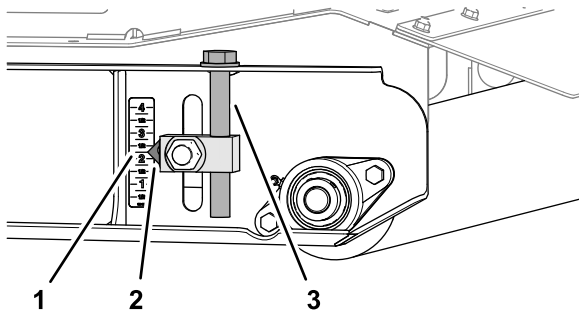

Bild 77
5. Heben Sie die linke und rechte Schnitthöheverstellung an der hinteren Rolle auf die 2 1/4" Markierung auf dem Aufkleber an (Bild 77).